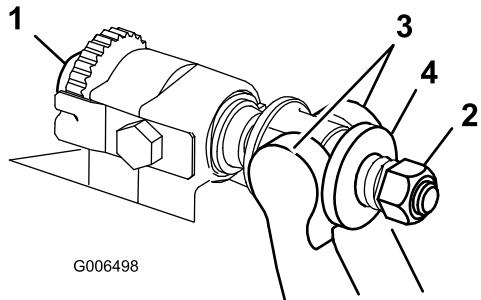

Figura 27
- Rode os parafusos de ajuste da barra de apoio no sentido contrário ao dos ponteiros do relógio, para afastar a lâmina de corte do cilindro (Figura 27).
- Faça recuar a porca da mola tensora até que a anilha deixe de estar sob tensão contra a barra de apoio (Figura 27).